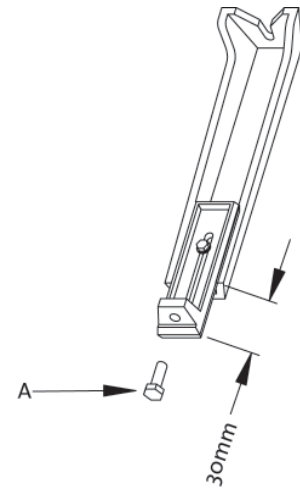

Fig. 5
11. Heben Sie den Einsatz mit der Ofenplatte in die Aussparung der Ummantelung (Abb. 5).